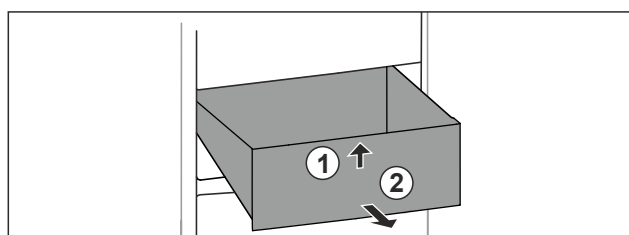

Fig. 77
- ▶ Ridicați sertarul în față. Fig. 77 (1)
- ▶ Extrageți sertarul spre înainte. Fig. 77 (2)